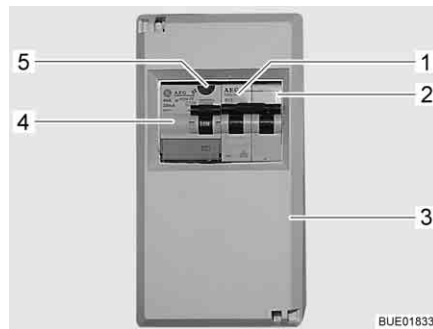

Fig. 143 Coffret de fusibles 230 V avec disjoncteur de protection de circuit et disjoncteur FI
- Couper le disjoncteur de protection de circuit (Fig. 143,1 et 2) dans le coffret de fusibles (Fig. 143,3).
- Quand le véhicule est raccordé sur l'alimentation 230 V, appuyer sur la touche de contrôle (Fig. 143,5) du disjoncteur différentiel (disjoncteur FI) (Fig. 143,4) dans le coffret de fusibles (Fig. 143,3). Le disjoncteur différentiel doit se déclencher.
- Couper les disjoncteurs de protection de circuit (Fig. 143,1 et 2) dans le coffret de fusibles (Fig. 143,3).